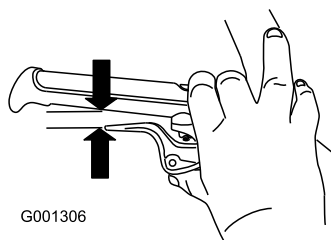

Bild 9
5. Drücken Sie den Griff ganz durch. Prüfen Sie dann den Abstand, der zwischen der Unterseite des Griffs und dem Radkuppelungshebelende besteht (Bild 9).